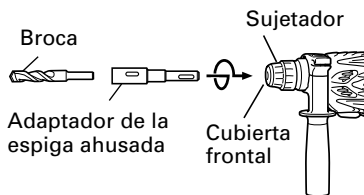
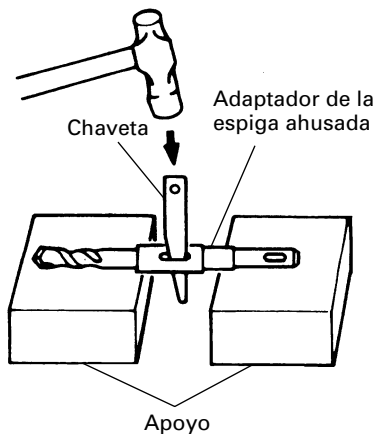

Fig. 16
Fig. 17
- (1) Montar el adaptador de la espiga ahusada en el martillo perforador. (Fig. 16)
- (2) Montar la broca (espiga ahusada) en el adaptador de la espiga ahusada. (Fig. 16)
- (3) Poner el interruptor en la posición de encendido (ON), y taladrar un agujero de la profundidad especificada.
- (4) Para quitar la broca (espiga ahusada), insertar la chaveta en la ranura del adaptador de la espiga ahusada y golpear la cabeza de la chaveta con un martillo. Usar apoyos como se muestra en la Fig. 17.